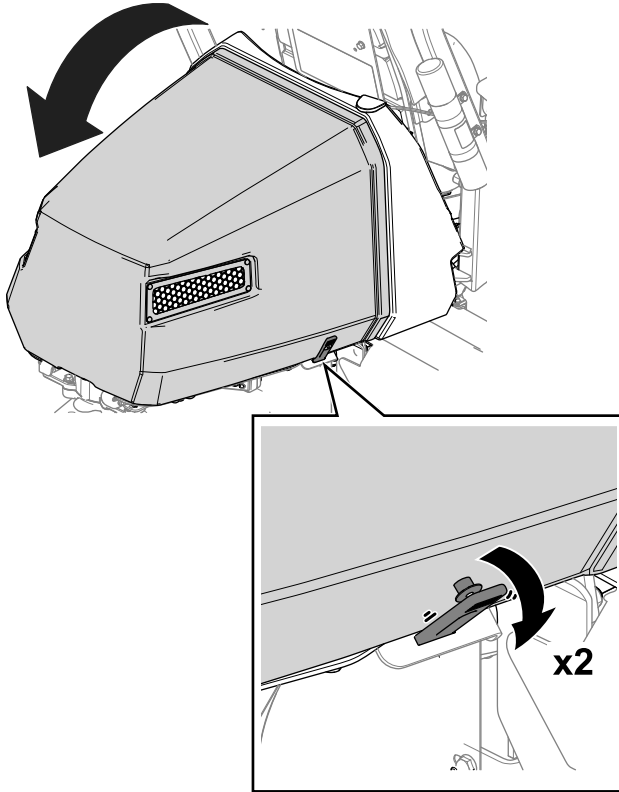

Bild 38
1. Lösen Sie die Gurte von beiden Seiten der Motorhaube (Bild 38).
2. Öffnen Sie die Motorhaube (Bild 38).